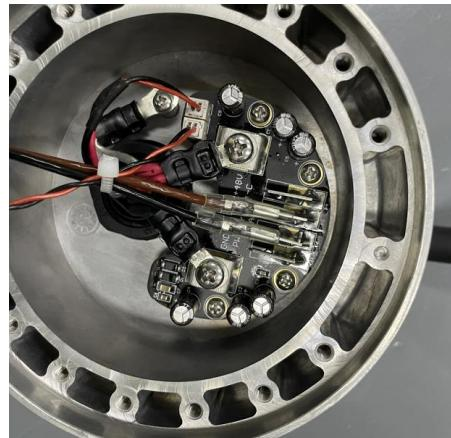

图 3-9 连接基座关节线
- 如图 3-9 所示，将基座关节放回基座安装支架，并重新连接电线；